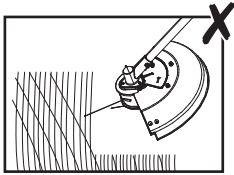
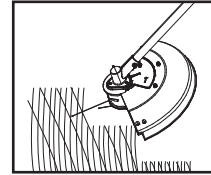

Fig. 22
Fig. 23
6. Asigură-te că dispozitivul de tăiere este curat și fără resturi ce pot produce blocarea. Verifică periodic. Eliberează comutatorul de pornire/oprire (7) și deconectează produsul de la sursa de alimentare înainte de a verifica.
7. Taie iarba mai lungă în mai multe etape, nu dintr-o singură mișcare (Fig. 22). Pentru cele mai bune rezultate, taie iarba mai lungă în etape (Fig. 23).